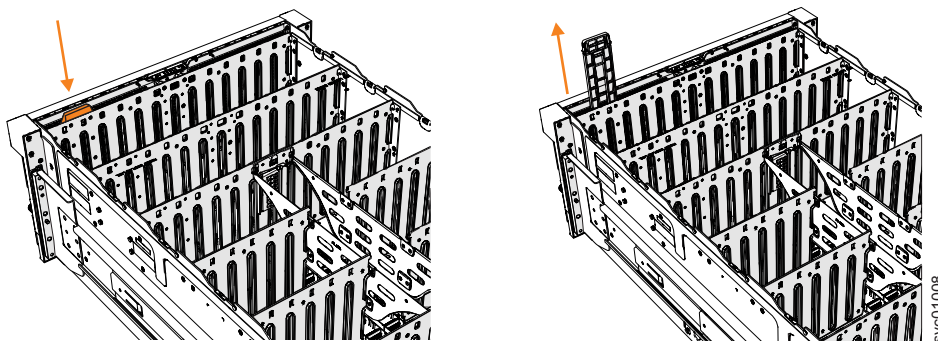

Рисунок 128. Снятие панели дисплея
3. Нажмите на фиксатор в верхней части панели дисплея (см. рис. 128 на стр. 137).